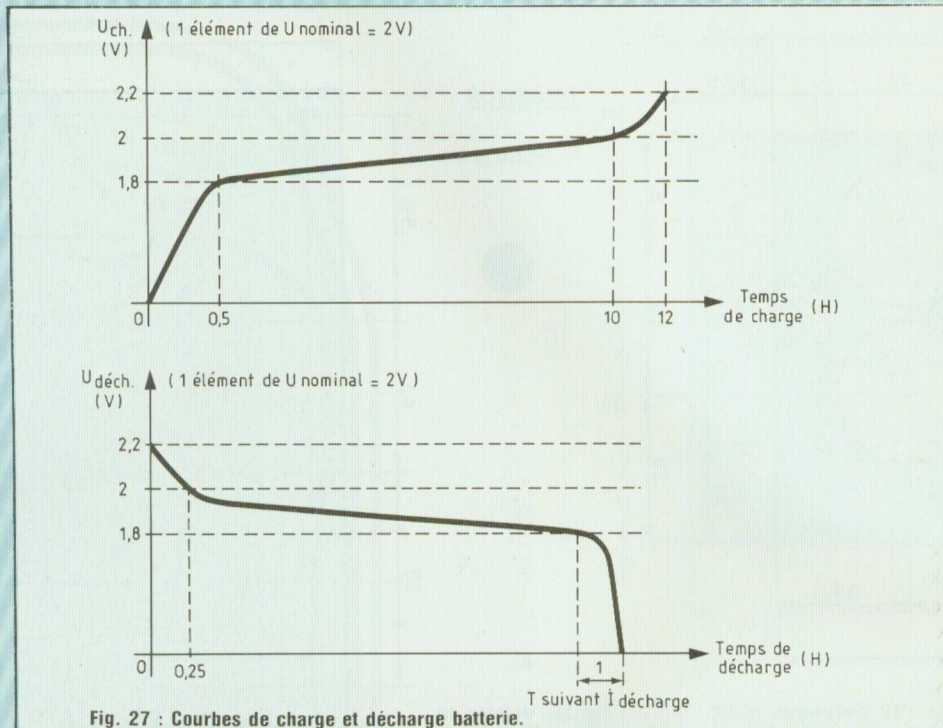

Fig. 27 : Courbes de charge et décharge batterie.
Nous les rappelons à la figure 27. En fait, on se souviendra que pendant la charge, la force électromotrice de l'accumulateur est de sens contraire au courant, il s'agit donc d'une force contre électromotrice qui, comme nous le montre la première courbe, est soumise aux variations suivantes :
- si on continue la décharge, elle tombe rapidement aux alentours de 0 V, en fait, comme nous l'avons dit, la décharge ne devra jamais être poursuivie au-dessous de 10,8 V et on s'arrangera pour que le seuil minimum d'enclenchement de notre chargeur soit réglé nettement au-dessus de cette valeur, se ménageant de cette façon un certain pourcentage de « réserve de charge ». Pour en terminer avec ce chapitre, notons que les deux graphiques de la figure 27 matérialisent les variations de la force électromotrice et de la force contre-électromotrice pour un élément au plomb de tension nominale de 2 V.